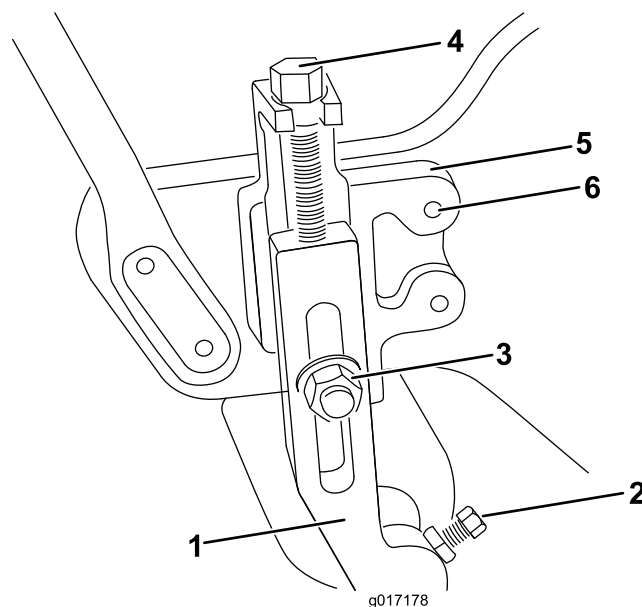

Рисунок 1
- Ослабьте контргайки и установочные винты крепления конца переднего ролика к рычагам высоты скашивания (Рисунок 1).
кронштейнам (Рисунок 1). Снимите рычаги высоты скашивания и ролик в сборе.
- Только на модели Greensmaster 1600 снимите регулировочные винты высоты скашивания, контргайки и установочные винты с рычагов высоты скашивания (Рисунок 1).
Только на моделях Greensmaster 800 и 1000 удалите два болта с конической наружной поверхностью, с помощью которых левый и правый кронштейны высоты скашивания присоединяются к боковым пластинам (Рисунок 1). Установите кронштейны высоты скашивания на противоположные стороны машины с помощью снятых болтов. Используйте задние группы монтажных отверстий в боковых пластинах.